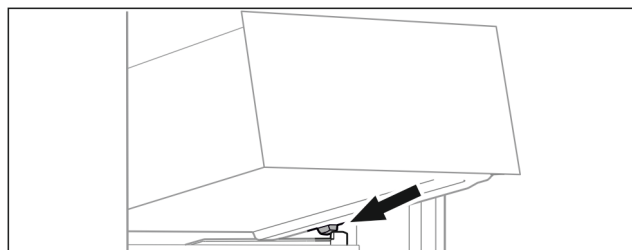

Fig. 90
- ▶ Coloque el cajón inclinado detrás de los topes sobre la nervadura para recipientes. (consulte Fig. 90)